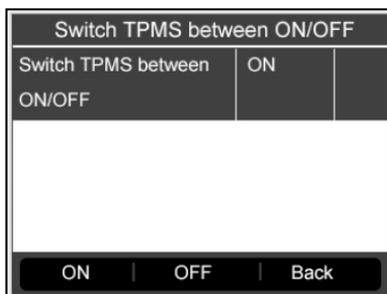

Imagen 4.41
- 5) Pulse el botón de la **FUNCIÓN** correspondiente «**ON**» u «**OFF**» para encender o apagar el TPMS en el vehículo. (Imagen 4.41)